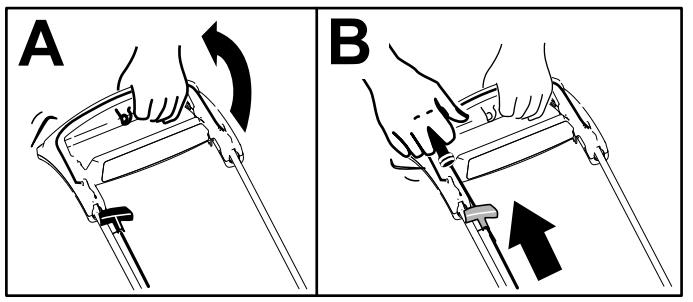

Figura 13
- Tenete la barra di comando delle lame contro la maniglia (A di Figura 13).
- Tirate delicatamente la maniglia dell'avviatore autoavvolgente fino a quando non avvertite resistenza, poi tiratela in modo secco e lasciate che ritorni nel guidacavo sulla maniglia lentamente (B di Figura 13).